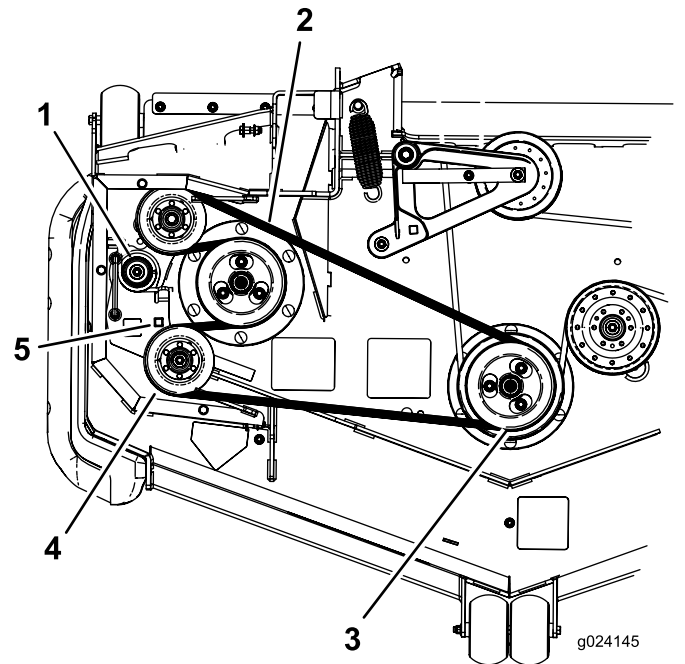

Figura 89
7. Utilice una llave de carraca en el taladro cuadrado del brazo tensor para aliviar la tensión del muelle tensor (Figura 89).
8. Retire la correa de la polea de la carcasa de corte (Figura 89).
9. Retire la correa de las poleas restantes (Figura 89).
11. Utilizando la llave de carraca en el taladro cuadrado, elimine la tensión del muelle y guíe la correa nueva alrededor de la polea tensora (Figura 89).